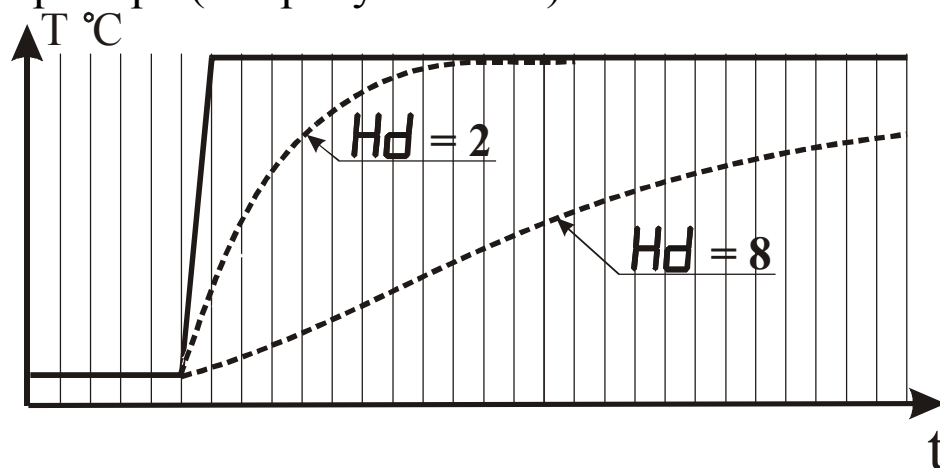

Рисунок 3.15 - Влияние параметра “Время усреднения” на показания прибора при различных значениях параметра Hd
3.3.3.8 Параметр “Время усреднения” указывают в количестве периодов опроса входного датчика ($N_{\text{опр.}}$). Этот параметр позволяет добиться более плавного изменения показаний прибора. Для этого производится вычисление среднего арифметического из последних ($N_{\text{опр.}}$) измерений. При значении параметра равном 0 интегратор выключен. Уменьшение значения времени усреднения приводит к более быстрой реакции прибора на скачкообразные изменения измеряемого параметра, но снижает помехозащищенность прибора (см. рисунок 3.15).